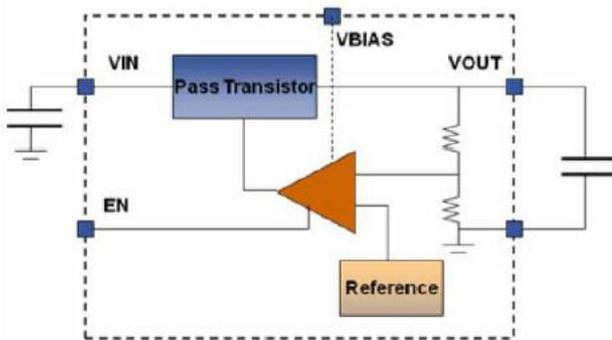

図1. LDOは、低ドロップアウト電圧 (定格負荷電流時におけるVoutとVinの最小規定値の差) によって出力電圧を安定化します。
**基本的なLDOアーキテクチャ。** LDOは図1に示すように、電圧リファレンス、誤差アンプ、帰還分圧器、パス・トランジスタで構成されています。出力電流は、パス・デバイスを經由して送られます。ゲート電圧は、誤差アンプが制御します。誤差アンプはリファレンス電圧と帰還電圧を比較し、その差を増幅して誤差電圧を小さくします。帰還電圧がリファレンス電圧よりも低ければ、パス・トランジスタのゲートが低くなり、オン抵抗が小さくなり、出力電圧が増加します。帰還電圧がリファレンス電圧よりも高い場合は、パス・トランジスタのゲートを高くし、オン抵抗を大きくして、出力電圧を小さくします。